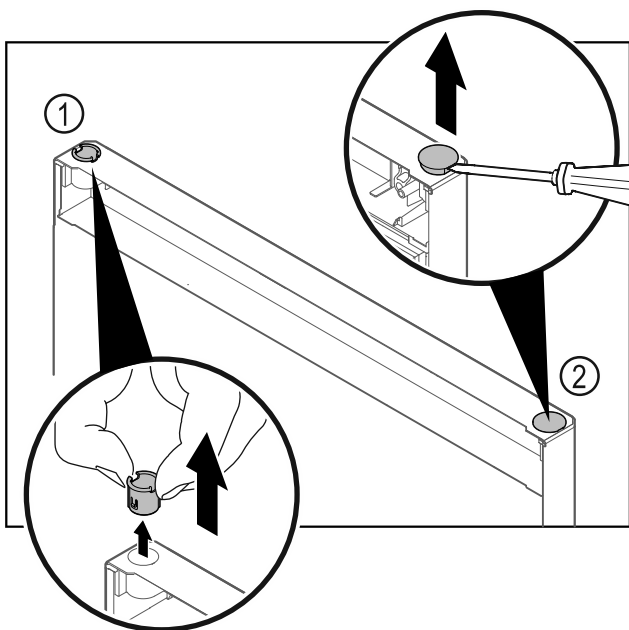

Fig. 22 Hűtőrész ajtaja
- ▶ Húzza ki az ujjával a csuklópánt-perselyt Fig. 22 (1).
- ▶ A fedődugót Fig. 22 (2) egy csavarhúzóval óvatosan emelje meg és húzza ki.